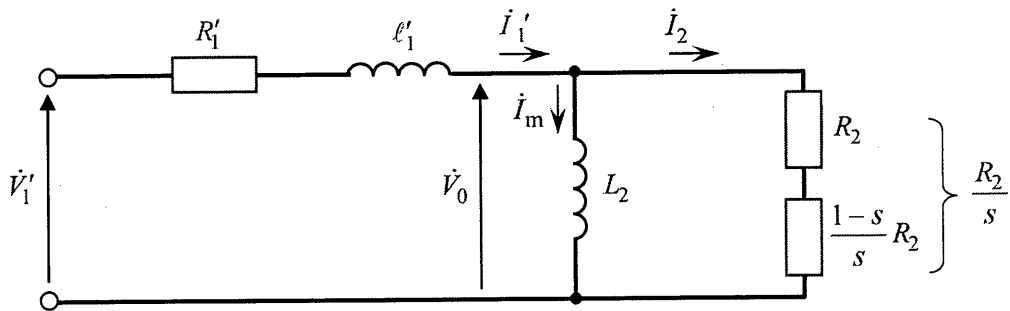

図 1 二次側に換算した三相誘導電動機の 1 相分の等価回路
一次・二次間の諸量の換算に通常用いられる巻数比 $\frac{n_1}{n_2} \approx \sqrt{\frac{L_1}{L_2}}$ の代わりに、換算係数として $a = \frac{M}{L_2}$ を用いて一次側を二次側に換算すると、図 1 の等価回路が得られる。 $a = \frac{M}{L_2}$ としたことにより、漏れインダクタンスが一次側に集約され、励磁インダクタンスは L_2 で表される。
1) 図 1 において、 $\dot{V}_1$ の二次側換算値 $\dot{V}_1'$ 、 $\dot{I}_1$ の二次側換算値 $\dot{I}_1'$ 、 R_1 の二次側換算値 R_1' 及び漏れインダクタンス ℓ_1 [H] の二次側換算値 ℓ_1' は次の式①～④で表される。